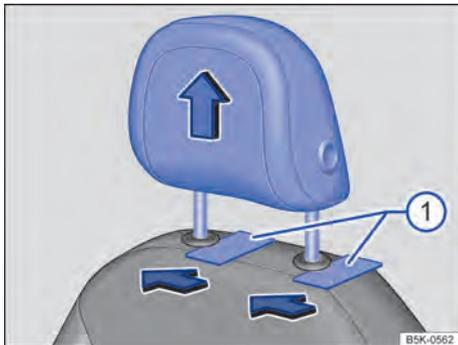
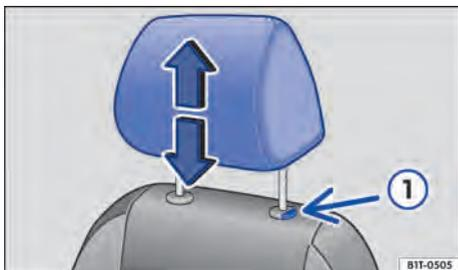

Fig. 66 Apoio para cabeça dianteiro: remover (variante 1).
Fig. 67 Apoio para cabeça dianteiro: remover (variante 2).
ça, por exemplo, cartões de plástico → Fig. 66 . Retirar completamente o apoio para cabeça.
- *Variante 2:* retirar o apoio para cabeça com o botão → Fig. 67 .
- Empurrar para baixo o apoio para cabeça ao pressionar o botão → Fig. 66  ou → Fig. 67 .